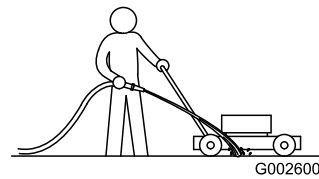

Figura 23
3. Cu motorul pornit și lama cuplată, direcționați un jet de apă în fața roii **dreapta**, spate (Figura 23).